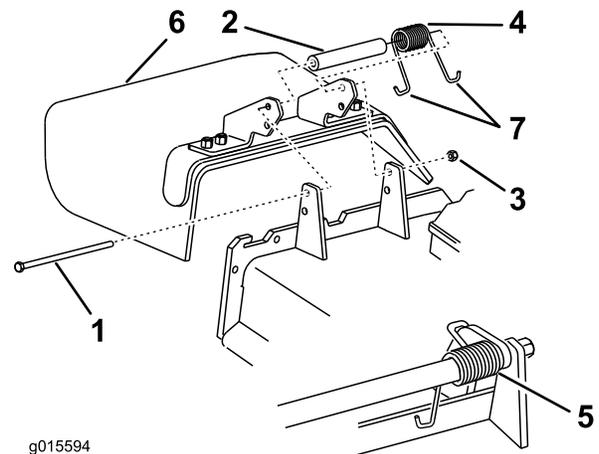

Figure 108
**Remarque:** Prenez soin de placer une extrémité en J du ressort derrière le bord du tablier avant de mettre le boulon en place, comme illustré à la Figure 108.
3. Remettez le boulon et l'écrou. Accrochez une extrémité en J du ressort au déflecteur d'herbe (Figure 108).